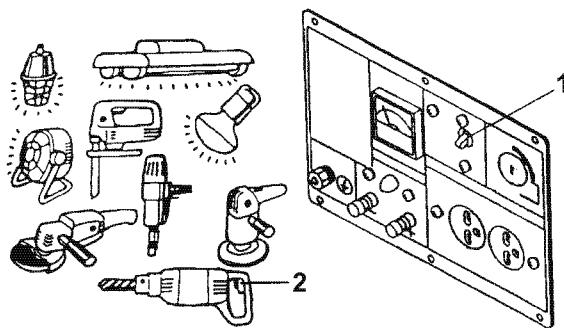

Рис. 66
- Выключите рубильник (Рис. 66, (1)) дизельного генератора. Если подключена нагрузка, выключите (Рис. 66, (2)) все подключенные устройства.
- Выключите переключатели (Рис. 66, (2)) подключенных устройств и рубильник (Рис. 66, (1)) дизельного генератора.